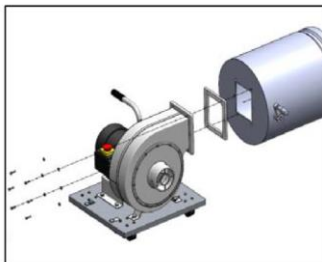

Рис.6
4. Установите резиновую прокладку на выпускной кожух вентилятора и закрепите картриджный фильтр на выпускном кожухе вентилятора с помощью болтов и шайб. (Рис.6)